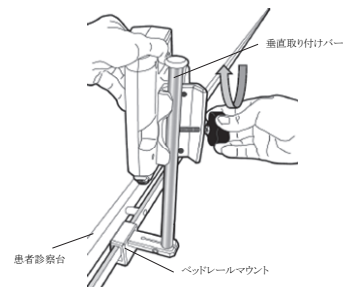

図 1: FFR Link 取り付け図(例)
* (1) 使用準備
- ① FFR Link を設置する(図 1 参照)
- ② 必要に応じて Pa 出力ケーブル及び Pd 出力ケーブルを用いて FFR Link と血行動態モニタ*を接続する。
- ③ IBP トランスデューサケーブル*を IBP 入力アダプタケーブルに接続し、IBP 入力アダプタケーブルを FFR Link に接続する。
- ④ 電源ケーブル(FFR Link 用)を FFR Link に接続する。